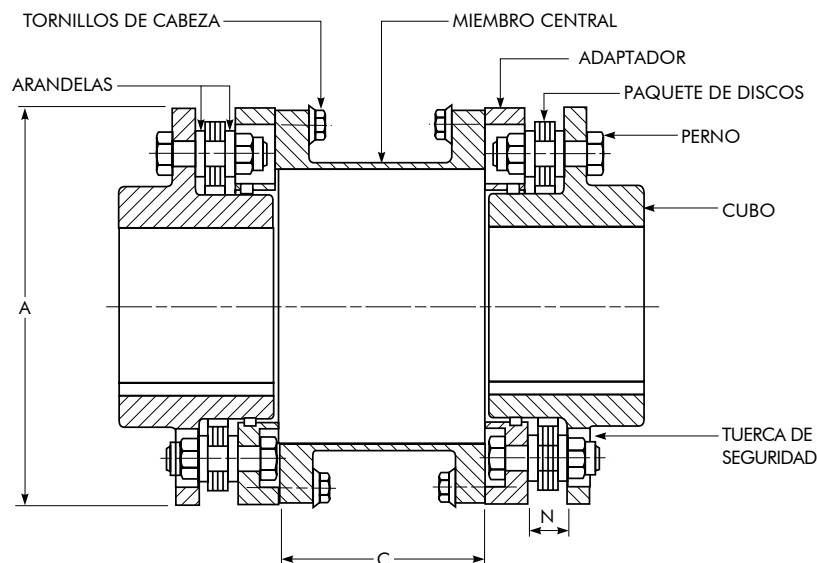

FIGURA 1
ADVERTENCIA: Debido al posible peligro a las personas o propiedad de sufrir accidentes como resultado del uso o instalaciones inadecuados de los productos, es extremadamente importante seguir los procedimientos de selección, instalación, mantenimiento y operativos. Todos los productos de transmisión de potencia giratorios son potencialmente peligrosos y pueden provocar lesiones graves. Deben tener guardas adecuadas en cumplimiento de OSHA, ANSI y cualquier otra norma local o gubernamental en cuanto a las velocidades y aplicaciones en donde se utilizan. Es la responsabilidad del usuario proporcionar las guardas adecuadas. Para los requerimientos de ATEX, la guarda debe tener un mínimo de ½ pulgada (12.7 mm) de huelgo radial con respecto al diámetro mayor del acoplamiento "A" (vea la Figura 1) y permitir una buena ventilación.
Como guía, se proporcionan los valores máximos y mínimos para la dimensión "N". Se sugieren estas dimensiones para la instalación inicial. Hay capacidad adicional disponible para compensar por el movimiento térmico y estructural. También se proporcionan los máximos valores de capacidad axial para estos acoplamientos. Vea la Tabla 1 y la Figura 1.
- C. Instale los pernos por los orificios de los pernos en el cubo. Agregue una arandela a cada perno. El lado del radio de la arandela siempre debe estar apoyado contra el paquete de discos. Ahora coloque el paquete de discos sobre los pernos. Vea la Figura 1. Agregue las arandelas restantes asegurándose de que todas las piezas se guíen a la parte de conexión a tierra del cuerpo del perno. Ahora agregue las tuercas de seguridad y apriételas ligeramente.
este ensamble de manera que los pernos atraviesen el paquete de discos, asegurándose de que las marcas de ajuste en el acoplamiento equilibrado, cuando se utilicen, están alineadas. Vea la Figura 1. Agregue las arandelas restantes asegurándose de que todas las piezas se guíen a la parte de conexión a tierra del cuerpo del perno. Ahora agregue las tuercas de seguridad y apriételas ligeramente.
- I. Instale el miembro central. Colóquelo entre los adaptadores asegurándose de alinear los orificios de los pernos con los orificios roscados en el adaptador. Si el acoplamiento se ha equilibrado, asegúrese de que todas las marcas de ajuste están alineadas. Vea la Figura 1.